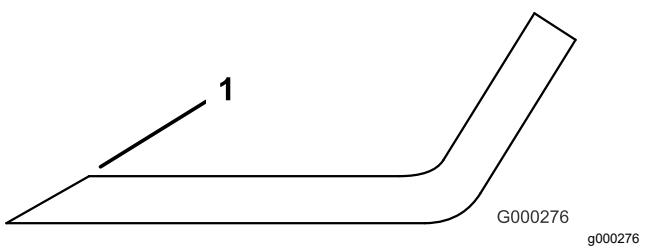

Figura 86
3. Inspecione as extremidades de corte de todas as lâminas e afie-as se apresentarem sinais de desgaste ou ranhuras (Figura 86).
Nota: Afie apenas a zona superior da parte cortante e mantenha o ângulo de corte original para garantir um desempenho eficaz da lâmina (Figura 86). A lâmina manterá o equilíbrio se for retirada a mesma quantidade de metal de ambas as extremidades de corte.